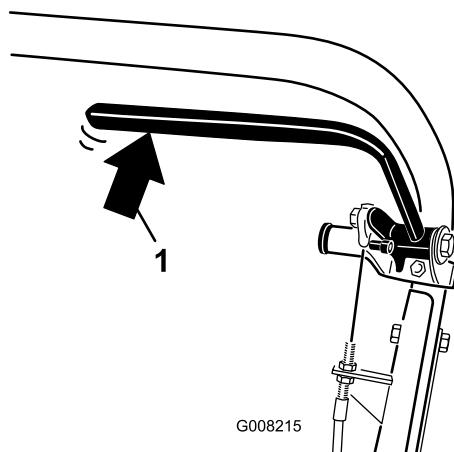

Figura 32
2. Utilizando uma balança de mola, pressione para trás na alavanca do travão de serviço (Figura 32). O travão de mão deve libertar-se quando se atinge uma força de 13,5 a 18 kg. Se o travão de mão se libertar antes de atingir 13,5 a 18 kg de força, é necessário um ajuste do cabo do travão. Proceda para o passo 3.